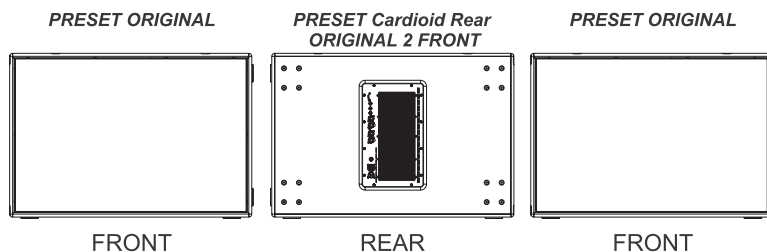

Fig.2
ORIGINAL 2 FRONT: preset da utilizzare in sistemi con tre subwoofers; nei due diffusori rivolti verso l'audience impostare il preset ORIGINAL (1); (fig.2)
ORIGINAL 2 FRONT: pré réglage à utiliser dans les systèmes disposant de trois subwoofers; dans le deux diffuseurs tournés vers l'audience, configurer le pré réglage ORIGINAL (1). (fig.2)
ORIGINAL 2 FRONT: Voreinstellung zu verwenden in Systemen mit drei Subwoofers; in den zwei Lautsprechern zum Publikum gerichtet die Voreinstellung ORIGINAL (1) einstellen; (Abb.2)